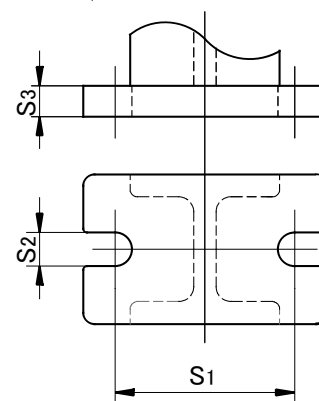

図 5-5 ボトムスタンド固定例 (呼び径 15～50mm)
1) 図 5-5 及び図 5-6 を参照して、ボトムスタンドと架台を固定します。